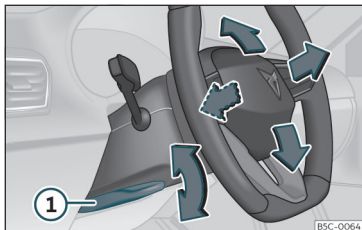

Abb. 4 Hebel auf der linken unteren Seite der Lenksäule.
- Ziehen Sie den Hebel»» **Abb. 4** ① nach unten, bringen Sie das Lenkrad in die gewünschte Position und schieben Sie den Hebel wieder nach oben, bis er seine Verriegelungsposition erreicht.
- Den Hebel»» **Abb. 4** ① nach dem Einstellen immer fest nach oben schwenken, damit das Lenkrad während der Fahrt nicht unbeabsichtigt seine Position verändert.